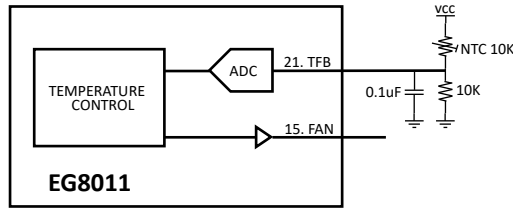

图 7-11 EG8011 温度检测电路
EG8011 芯片的引脚 TFB 是测量逆变器的工作温度，主要用于过温保护检测和工作温度输出显示到 LCD3220 液晶模块上，电路结构如图 7-11 温度检测电路，如图所示 NTC 热敏电阻 RT1 和测量电阻 RF1 组成一个简单的分压电路，分压值随着温度值变化而变化数值，这个电压的大小将反映出 NTC 电阻的大小从而得到相应的温度值。NTC 选用 25°C 对应阻值 10K (B 常数值为 3380) 的热敏电阻，TFB 引脚的过温电压设定在 4.3V，当发生过温保护时，EG8011 根据引脚 (2) DRV 的设置状态将输出 RHO\RLO\LHO\LLO 到“0”或“1”电平，关闭所有功率 MOSFET 使输出电压到低电平，一旦进入过温保护后，EG8011 将重新判断工作温度，如果 TFB 引脚的电压低于 4.0V，EG8011 将退出过温保护，逆变器正常工作。